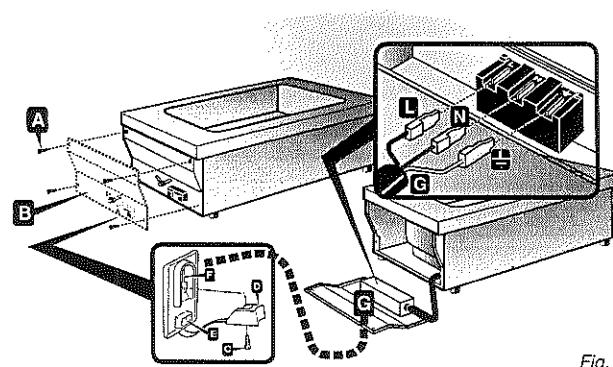

Fig. 4
2.4.1 Istruzioni di allacciamento (fig. 4)
- effettuare il collegamento alla morsettiera come indicato in fig. 4 facendo attenzione che l'inserimento dei faston corrisponda alla fase (L), neutro (N), terra (PE) serigrafiati sulla morsettiera stessa;